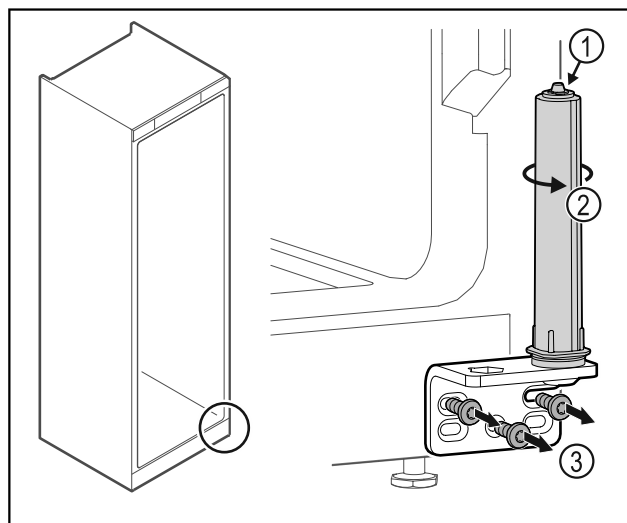

Fig. 46
- ▶ Nu dezasamblați sistemul de închidere al ușii Fig. 46 (1).
- ▶ Rotiți Fig. 46 (2) sistemul de închidere, până când face clic.
- ▶ Deșurubați Fig. 46 (3) colțarul balamalei.